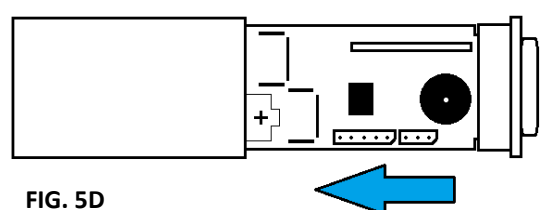

FIG. 5D
- Porre il coperchio di chiusura nello scanco anteriore della scheda sensore ed inserire il sensore come in **FIG. 5D**.